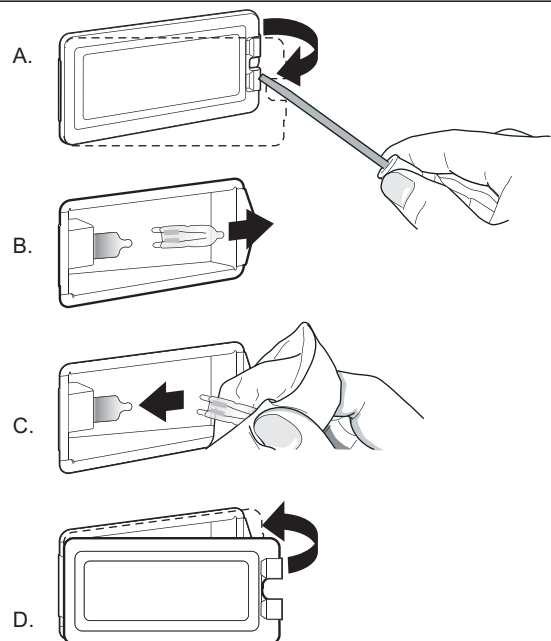

Figura 34: Ubicación de la abertura
3. Inserte un destornillador plano entre la atadura de fijación y la caja protectora (Figura 34, A). Sostenga la tapa de la lente de vidrio con dos dedos a lo largo del borde inferior para impedir que caiga en el piso de la hornilla. Gire con cuidado el destornillador para aflojar la tapa de la lente de vidrio.
4. Quite la tapa de la lente de vidrio y la atadura de fijación (Figura 34, B).
6. Tire hacia abajo para instalar la bombilla correctamente (Figura 34, C).
7. Instale la lente de protección en la atadura del soporte y empuje la otra extremidad hasta que la atadura de fijación se enganche a la caja protectora (Figura 34, D).